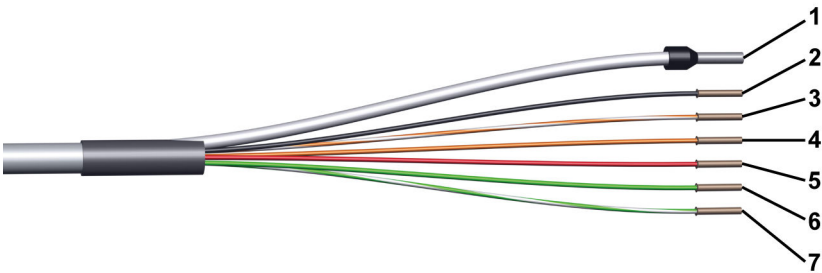

图 193 远程电缆 - 接口
- 根据制造商的说明, 将远程电缆另一端上的电缆 (参见图 193, 第 298 页) 连接到外部仪器的远程控制接口上。